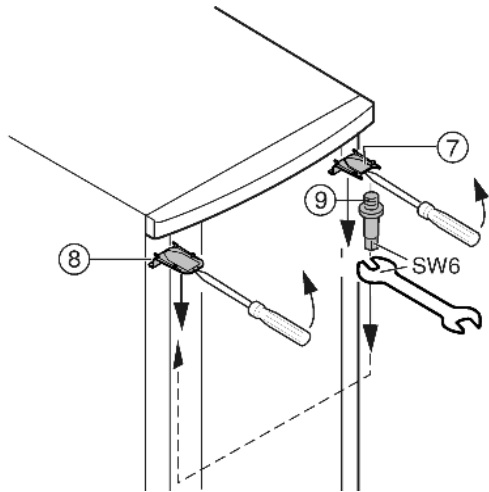

Fig. 6
- ▶ Faire déclipser le cache Fig. 6 (7) en haut et le cache Fig. 6 (8) avec un tournevis devant et l'enlever diagonalement vers le bas.
- ▶ Dévisser le pivot d'appui Fig. 6 (9) et le visser du côté opposé (**avec 4 Nm**).
- ▶ Remonter le cache Fig. 6 (7) du côté du pivot d'appui : l'insérer par l'arrière et l'encliquer sur l'avant.
- ▶ Monter le cache Fig. 6 (8) sur le côté opposé : l'insérer par l'arrière et l'encliquer sur l'avant.
- ▶ Accrocher la porte dans le pivot d'appui Fig. 6 (9) supérieur.